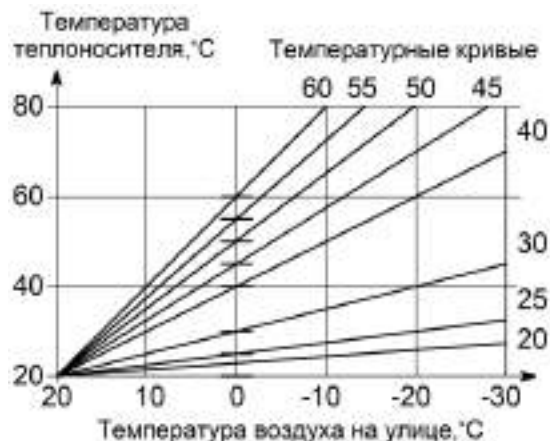

Рисунок 9. Зависимость температуры теплоносителя от температуры воздуха на улице
10.4 «УЛИЧНЫЙ» – режим поддержания температуры теплоносителя в зависимости от температуры воздуха на улице по одной из погодозависимых кривых (см. рис. 9). Датчик температуры воздуха (проводной или радиодатчик) устанавливается на улице. При отсутствии датчика температуры, возможно работа от данных получаемых с метеосервера (см. п. 11.1.8).
Для изменения заводской настройки нужно в соответствии с рис. 9 выбрать ту кривую, при которой в помещении станет комфортно. Если в помещении холодно - следует выбрать кривую с большим номиналом, если жарко - с меньшим. Чем больше величина теплотерьер здания, тем выше номер кривой. Изменение значения кривой ПЗУ показано на рис. 10.